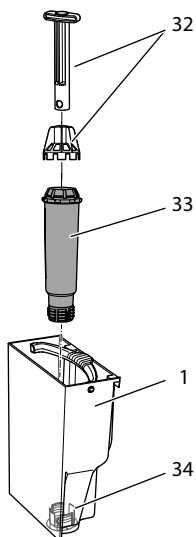

Abb. 19: Wasserfilter ein- oder ausschrauben
- Entfernen Sie den Wasserfilter (siehe Abb. 19 auf Seite 26).
9. Setzen Sie einen neuen Filter in den Wassertank ein (siehe Abb. 19).
3. Entfernen Sie den Wasserfilter (siehe Abb. 19).